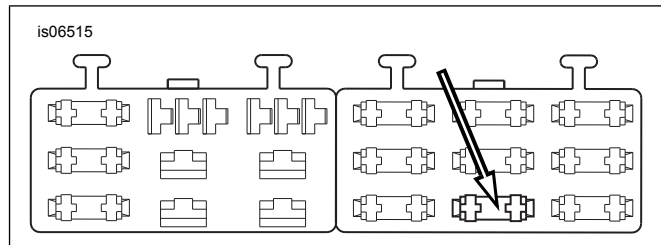

Figure 25. "BUKAS" na Fuse Block na Cavity (2004-Mas Bagong Dyna)
3. Tingnan ang Figure 25 . Alisin ang ground na turnilyo (1), na matatagpuan sa:
- Tingnan ang Figure 25 . Hanapin ang fuse cavity (1) na tinutukoy bilang "BUKAS" sa takip ng fuse block sa kanang fuse block. Ipasok ang terminal na adapter wire na kulay orange/puti hanggang sa huminto ito. Sumangguni sa isang malapit na terminal na ikinabit ng pagawaan para sa paghahambing, upang matiyak ang wastong oryentasyon at lalim.